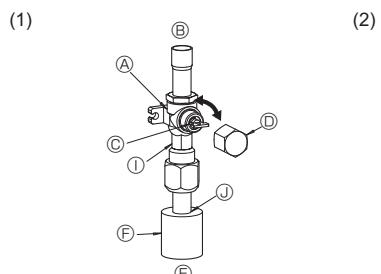
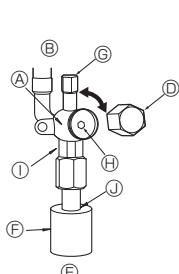

Fig. 4-6
Fig. 4-7
(1) Γραμμή αερίου (Fig. 4-6)
- ① Βγάλτε το καπάκι, τραβήγτε τη λαβή προς την πλευρά σας και περιστρέψτε κατά το 1/4 της στροφής προς τα αριστερά για να ανοίξει.
- ② Βεβαιωθείτε ότι η βαλβίδα διακοπής είναι εντελώς ανοιχτή, πιέστε μέσα τη λαβή και περιστρέψτε την επαναφέρατε το καπάκι στην αρχική του θέση.
(2) Γραμμή υγρού (Fig. 4-7)
- ① Βγάλτε το καπάκι και περιστρέψτε το στέλεχος της βαλβίδας προς τα αριστερά έως το τέρμα χρησιμοποιώντας ένα εξαγωνικό κλειδί 4 mm. Σταματήστε να περιστρέψετε έως ότου φτάσει στον αναστολέα.
- ② Βεβαιωθείτε ότι η βαλβίδα διακοπής είναι εντελώς κλειστή, πιέστε μέσα τη λαβή και περιστρέψτε την επαναφέρατε το καπάκι στην αρχική του θέση.